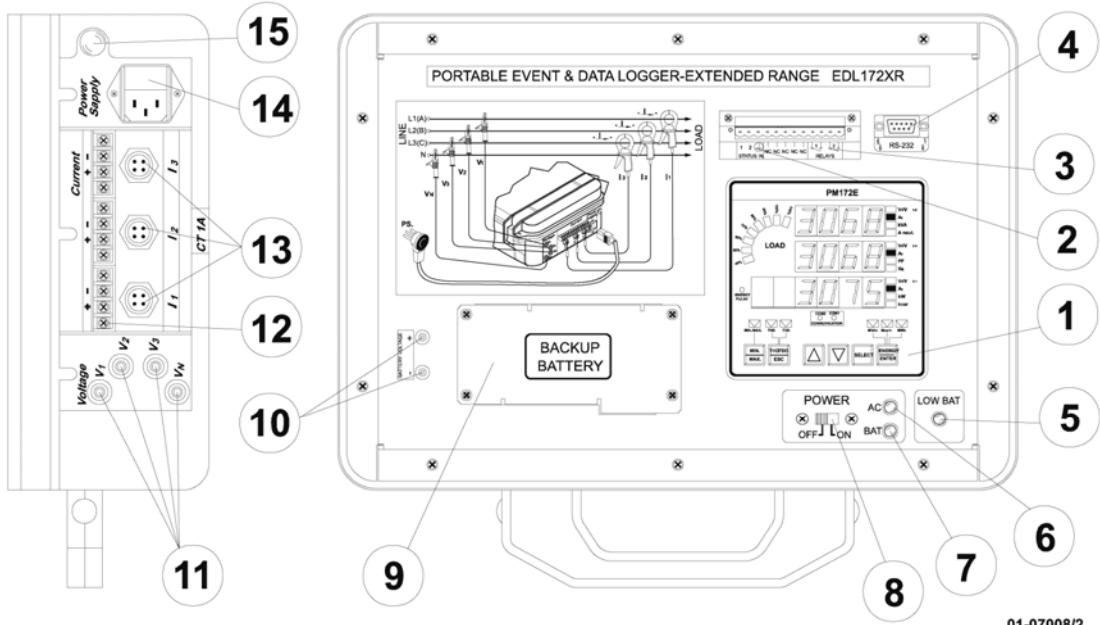

Рис.1 Общий вид прибора EDL175XR
Измеряемые напряжения должны быть подключены к клеммам (11, рисунок 1) при помощи специальных кабелей с зажимами (№19, рис. 3). Измеряемые токи могут быть подключены следующим образом:
- Прямое подключение к клеммам (12 рис. 1, аналогично PM175). Стандарт 1А, (5А специальный заказ).
- Подключение к коннекторам (13, рис.1) через измерительные клещи или измерительный пояс Роговского.
Прибор EDL175XR оснащен встроенной аккумуляторной батареей. Когда батарея полностью заряжена, она позволяет прибору до 20 минут автономной работы. **Важно не допускать полной разрядки батареи.** Разъем на передней панели (10, рис.1) может быть использован для подключения внешнего аккумулятора (12 В, постоянного напряжения).